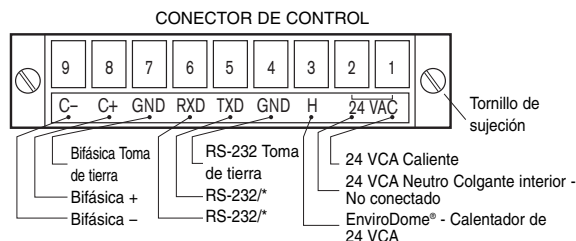

Figura 1
- 5.2.7. Pele los cables y conecte los conectores apropiados a los cables pelados y, a continuación, apriete firmemente los tornillos (consulte la FIGURA 1).